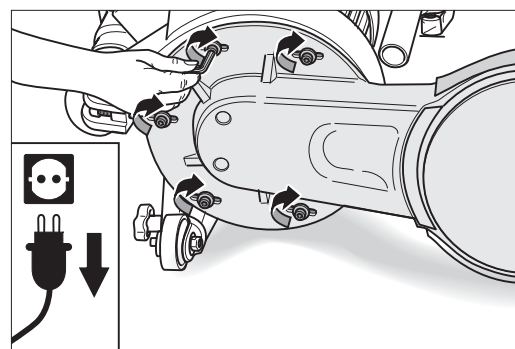

Abb. 72: Die fünf Schrauben mit den Scheiben zur Befestigung des Vorsatzes am Ventilatorgehäuse montieren. Die Schrauben nicht festziehen!
- 15 Um den Vorsatz am Ventilatorgehäuse zu befestigen, montieren Sie die fünf Innensechskantschrauben mit den dazugehörigen Scheiben (Abb. 72). Ziehen Sie die Schrauben nicht an!